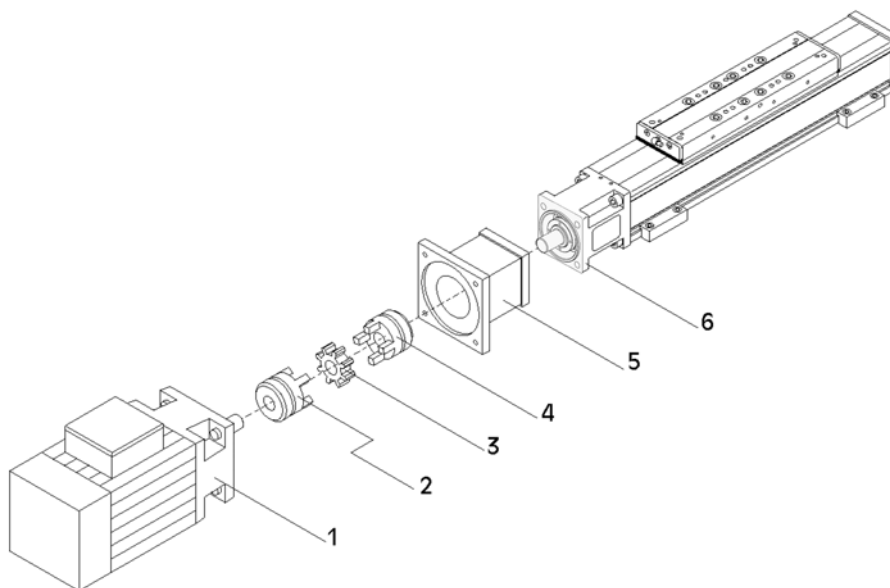

Figure 13: Entraînement électrique
1. **Figure 13:** Poser le moteur (1) à côté de l'unité linéaire, dans la position de montage.
3. Monter une moitié de l'accouplement (4) sur l'arbre d'entraînement de l'unité linéaire.
4. Fixer la lanterne (5) sur le logement du palier fixe (6) avec quatre vis.
5. Pousser le pignon (3) sur le demi-accouplement fixé sur l'unité linéaire.
6. Monter la deuxième moitié de l'accouplement (2) sur le tourillon d'entraînement du moteur.
7. Fixer le moteur avec le demi-accouplement sur la lanterne (5) au moyen de quatre vis. Veiller à ce que des efforts de pression axiaux n'agissent pas sur l'arbre du moteur. L'écartement des deux demi-accouplements doit être corrigé le cas échéant.